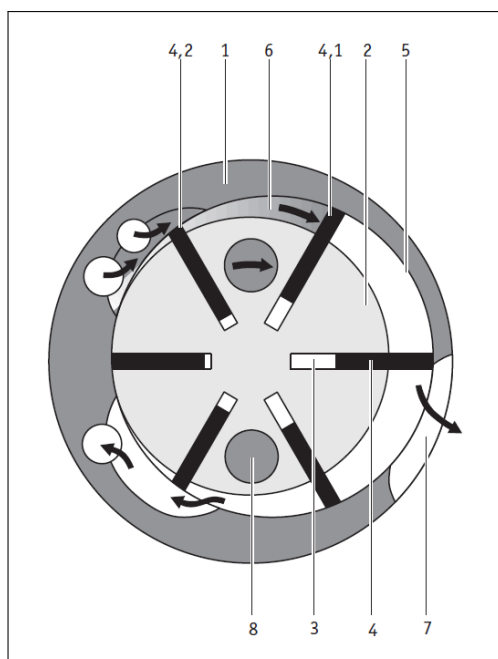

Abbildung 4: Funktionsweise des Druckluft-Lamellenmotors
Der Lamellenmotor (↔ Abbildung 4) besteht aus einer Zylinderbuchse (1) mit zwei seitlichen Lager-scheiben und einem innenliegenden Rotor (2).